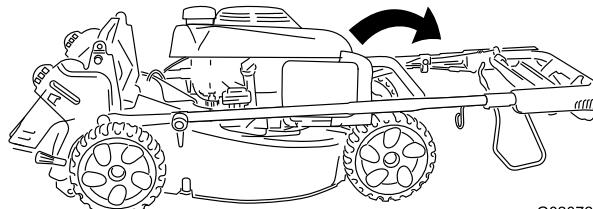

Figure 5
2. Dépliez la moitié supérieure du guidon vers l'avant jusqu'à ce que les deux moitiés soient dans le prolongement l'une de l'autre et s'emboîtent ensemble correctement, comme montré à la Figure 5.